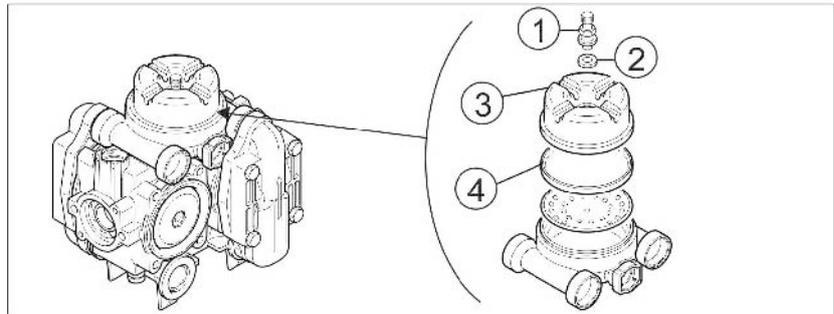

Fig. 203
- Rengjør ledningsfiltrene (Fig. 203/1) avhengig av driftsforholdene hver 3. til 4. måned.